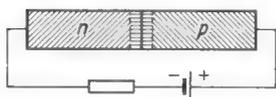

Bild 10.7. Anschluß einer Kristalldiode in Durchlaßrichtung
2. Wird die Stromquelle nach **Bild 10.7** umgekehrt angeschlossen, so ist auch alles andere umgekehrt: Die Grenzschicht wird nicht verbreitert, sondern schmaler, und das Span-